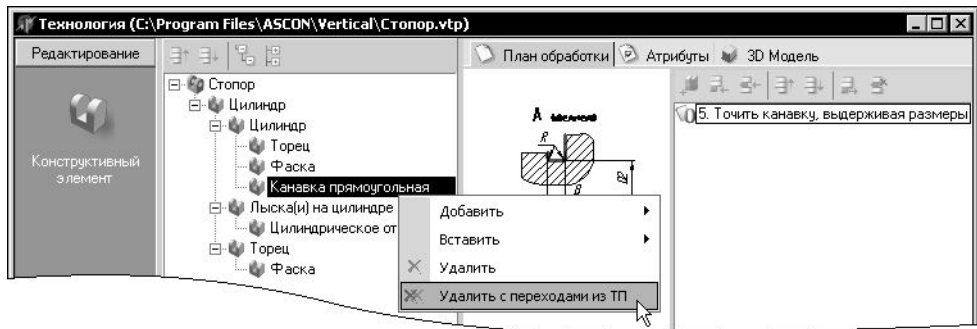

Рис. 9.29. Удаление КТЭ из обобщенного техпроцесса
2. В дереве КТЭ обобщенного ТП выберите и удалите вместе с переходами конструктивно-технологические элементы, не входящие в проектируемый техпроцесс («лишние» КТЭ). Напомним: чтобы удалить КТЭ с переходами, установите курсор на этом КТЭ, щелчком правой кнопки мыши откройте контекстное меню и выберите пункт **Удалить с переходами из ТП** (рис. 9.29). Таким образом, редактирование дерева КТЭ позволяет оперативно удалить лишнюю информацию из текста ТП.